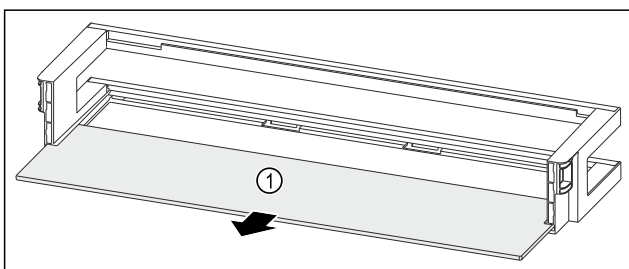

Fig. 247 Türabsteller mit Abstellfläche
- ▶ Abstellfläche Fig. 247 (1) entnehmen.